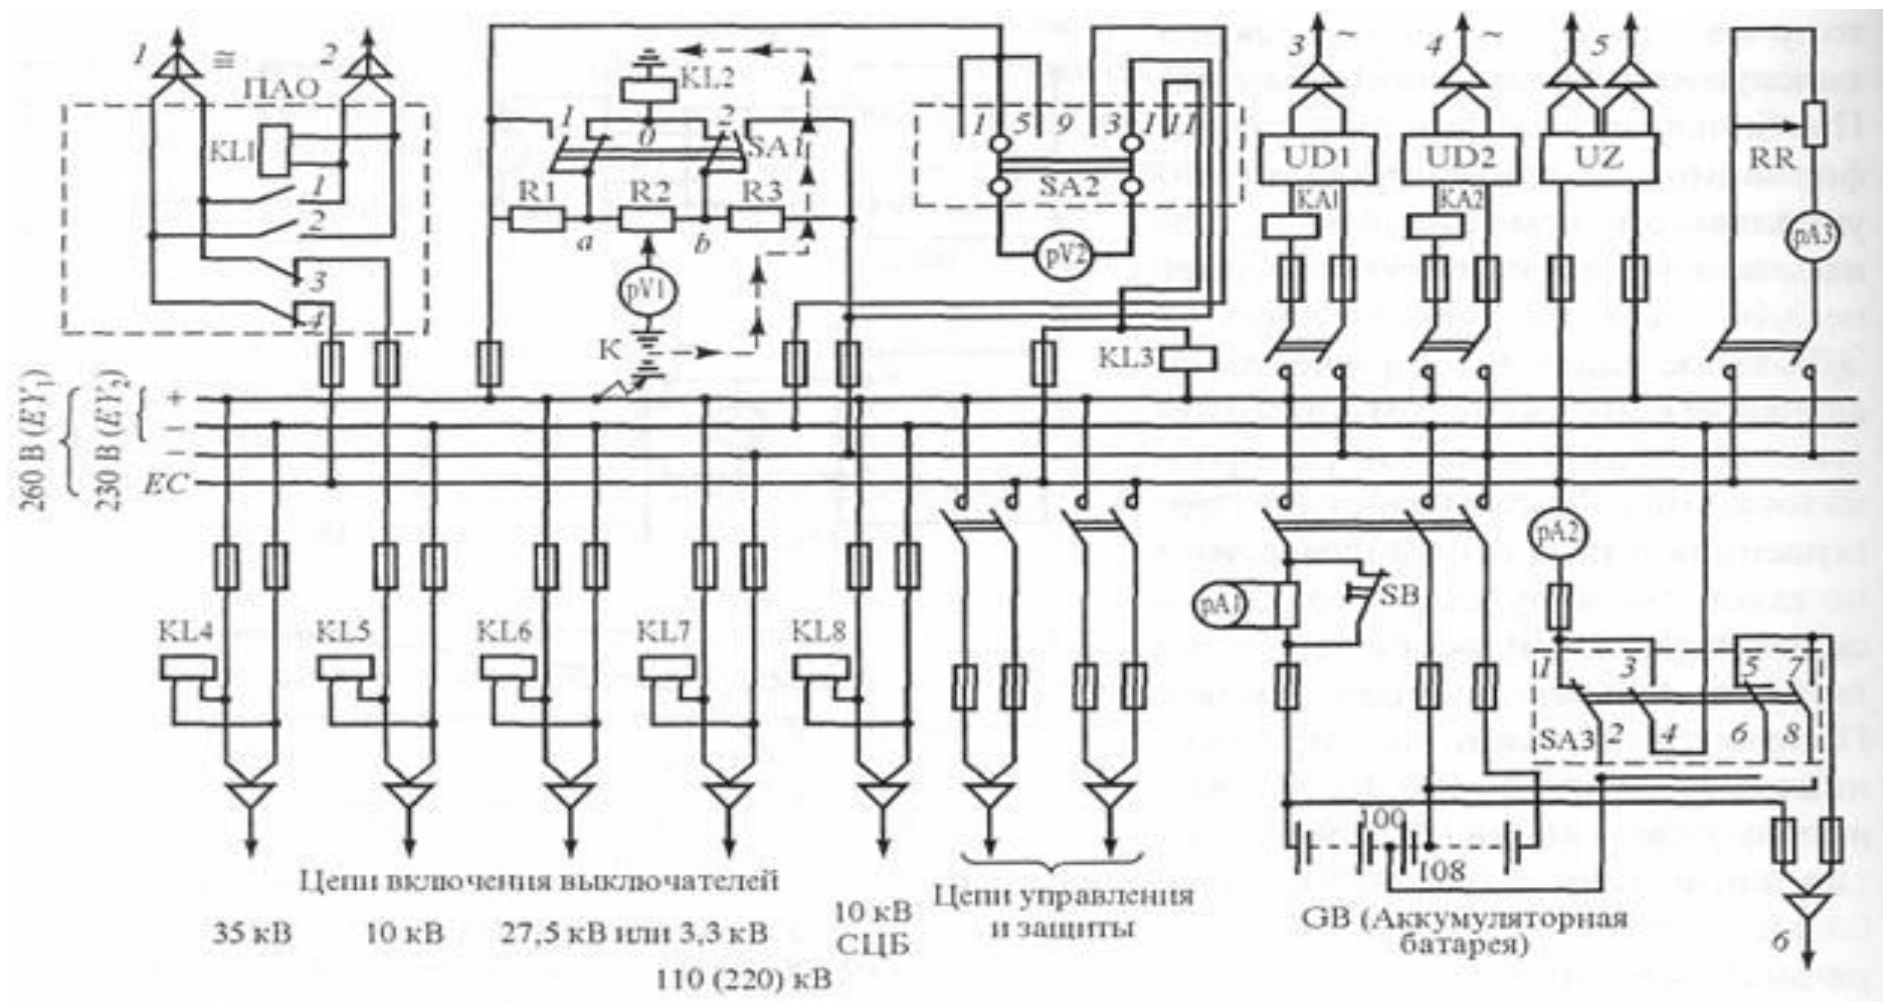

Рисунок 1. Схема питания собственных нужд подстанции
- Сначала батарею (рис. 1) заряжают от двух зарядно-подзарядных устройств (ЗПУ): UD1; UD2 до соответствующей величины емкости и устойчивого напряжения 2,15 В на один элемент; после этого аккумуляторная батарея и одно ЗПУ работают параллельно на нагрузку подключенных потребителей.